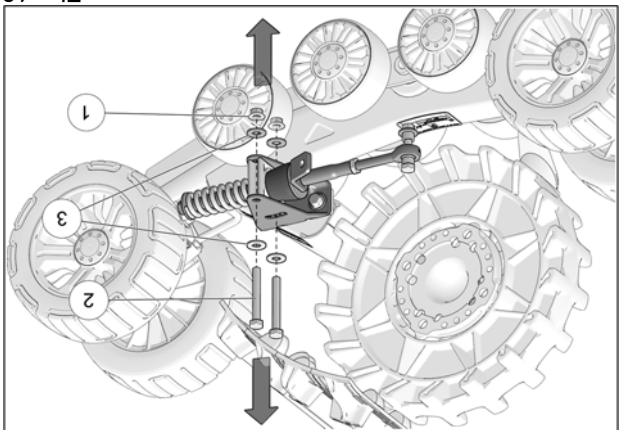

Fig. 18
3. Dévisser les écrous (1) et retirer les boulons (2) et les rondelles (3) qui fixent les bras stabilisateurs aux systèmes avant. Voir la Fig. 18